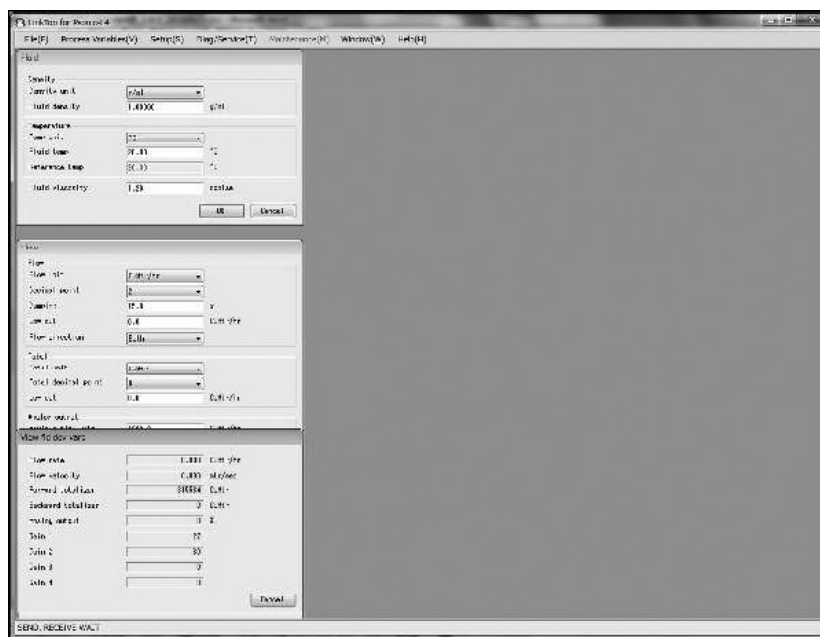

図3-82
- ② 「TileHorizontal」 選択時は、図3-82 のように上下に並べて表示します。